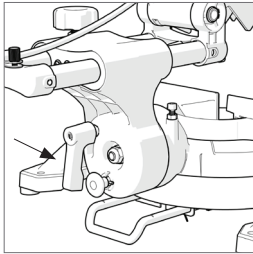

Abb. 33
- Den Feststeller für den Neigungswinkel lösen. **(Abb. 33)**